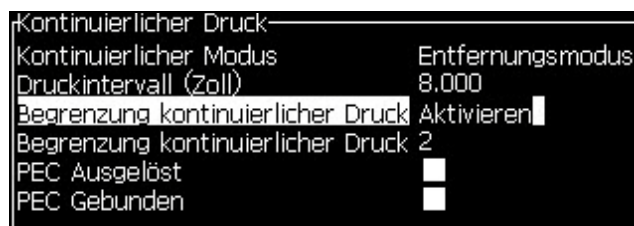

Abbildung 4-26: Dialogfeld Kontinuierlicher Druck
- 1 Wählen Sie *Continuous Print (Kontinuierlicher Druck)* im Menü *Druck*. Das Dialogfeld *Continuous Print (Kontinuierlicher Druck)* erscheint (Abbildung 4-26).